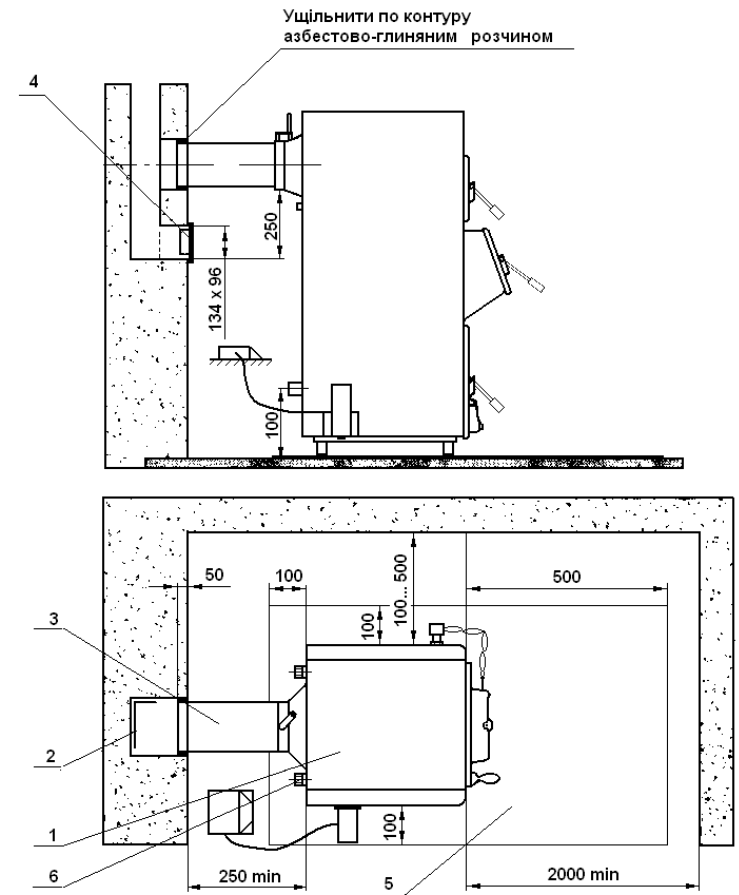

Рис. 3 Рекомендована схема установки апарата і приєднання до димової труби.
- рекомендовані розміри установки апарата згідно рис. 3.
2.2.2.1.5 Перед встановленням апарата на підлогу положити металевий лист згідно рис. 3.